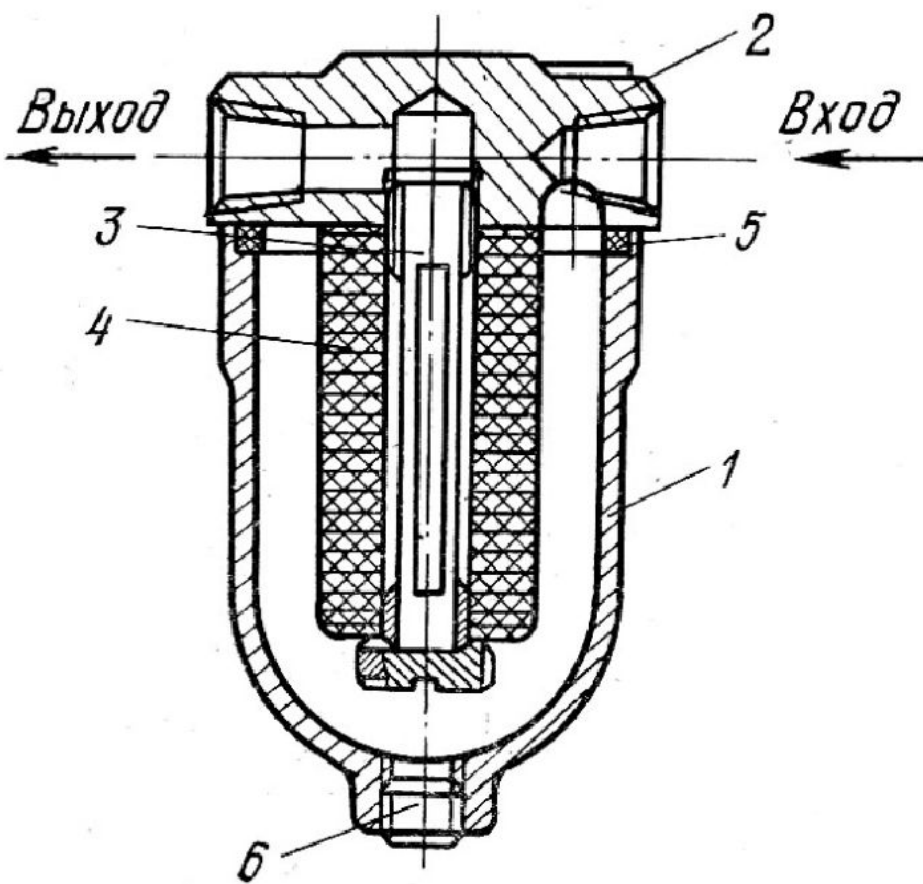

Рисунок 6 - Войлочный
**Войлочные фильтры** (рис. 6) состоят из корпуса 1, крышки 2 с отверстиями для подвода и отвода рабочей жидкости, перфорированной трубы 3 с закрепленными на ней фильтрующими элементами в виде войлочных колец 4.